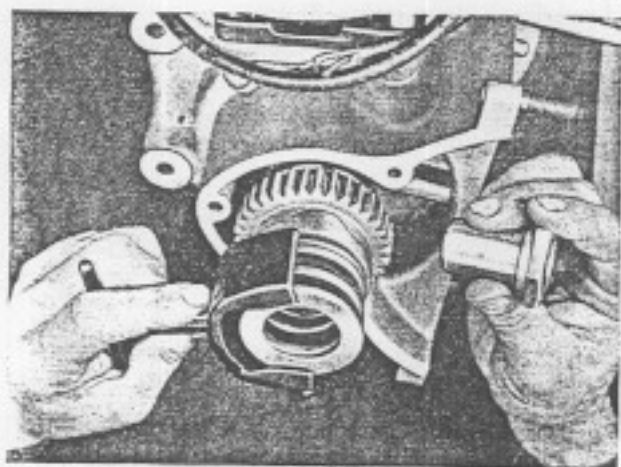

Bild 113. Anwendung des Federspanners Nr. 01838 beim Zusammenbau des Antriebs-Stoßdämpfers
25. Stoßdämpferfeder im Schraubstock zusam- mendrücken, mit Federspanner Nr. 01838 fas- sen und auf Klauenstück aufsetzen (Bild 113).